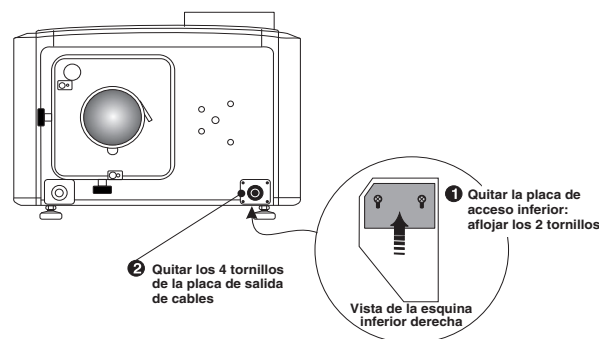

Figura 2-14 Quite la placa de salida de cables
1. Hay una pequeña placa de acceso para electricidad en la esquina inferior derecha de la placa frontal del proyector. Suelte los dos tornillos y deslice la placa hacia afuera para exponer el bloque de terminales. Consulte la **Figura 2-14**.